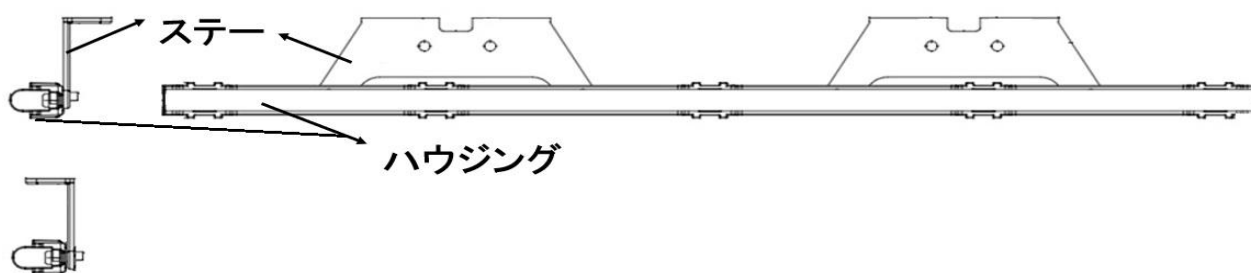
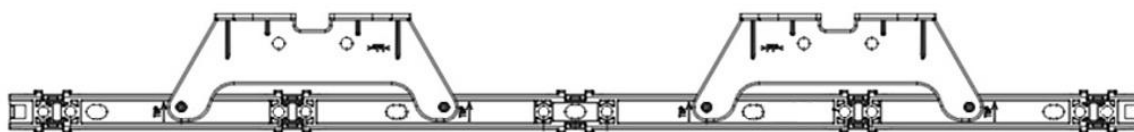

図1
図2
①図1を参考にステーを任意の向きに設定後、図2を参考にハウジング裏面の穴とステーの凸部をはめ込み、付属のネジで確実に固定してください。
②ハウジング中央の穴に、マーカーランプの電源コードを通し、「カチッ」と音が鳴るまではめ込んでください。
③本商品の電源コードのいずれかを点灯時に電流が流れている車両の陽極配線（+側）に接続してください。もう一方の電源コードを車両の陰極配線（-側）又は、ボデーアースに接続してください。※**本商品はプラス、マイナスのどちらにも配線可能です。**
④配線接続した箇所は、確実に絶縁処理を施してください。
⑤本商品を道路運送車両法に適合した位置へ、ボルト・ナット等を使用して、確実に取り付けしてください。この際、**車両への配線穴、取付穴は確実に防水処理**を行ってください。